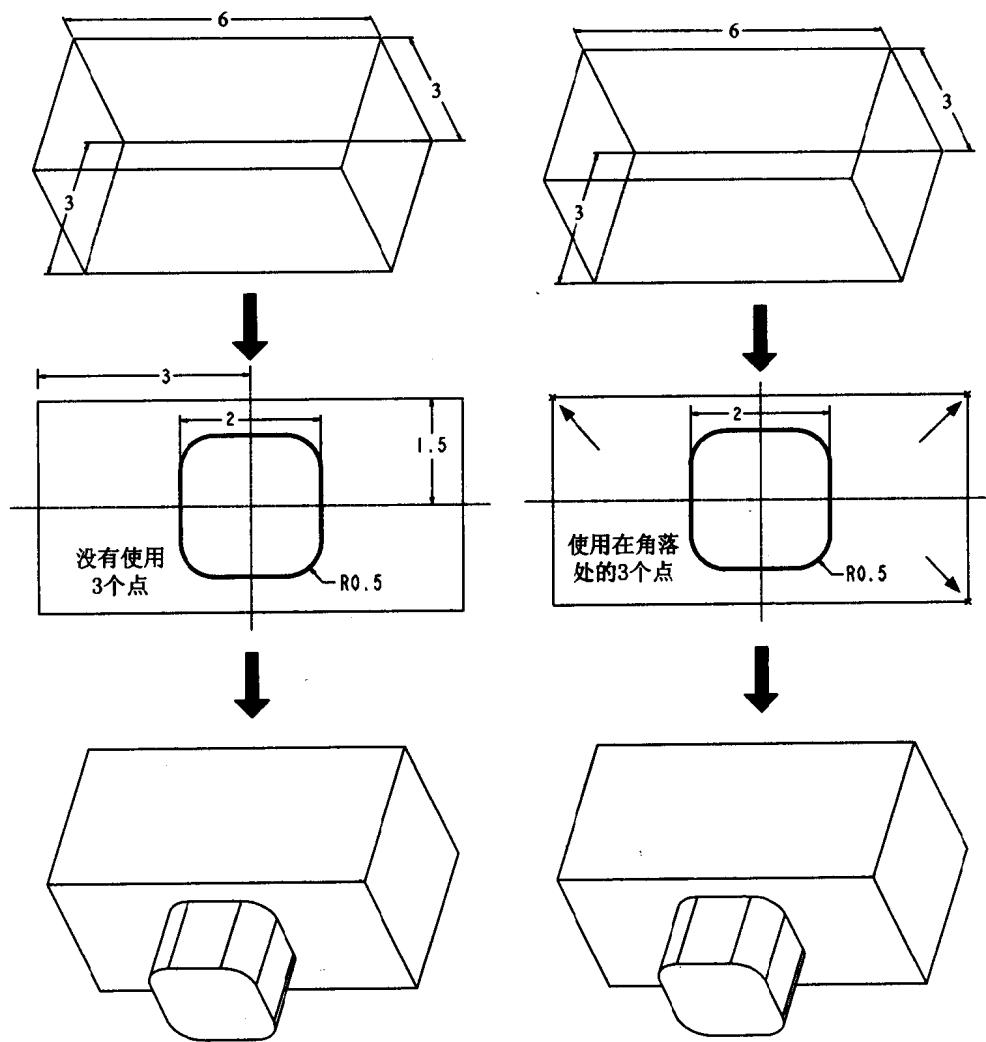
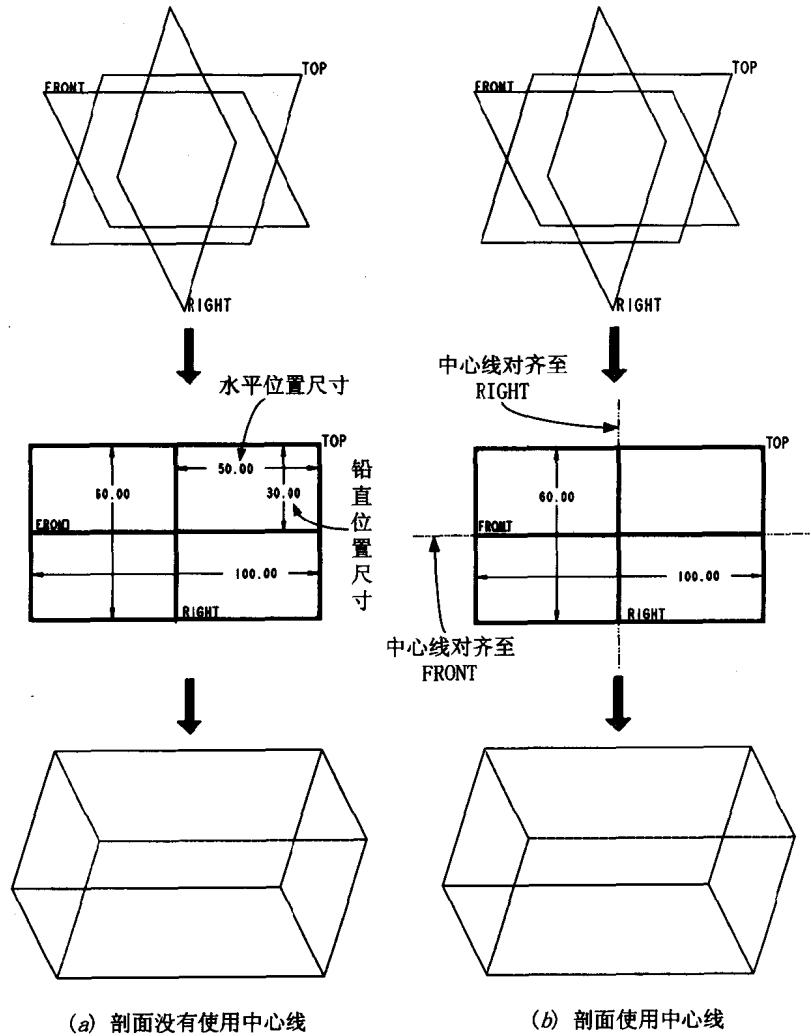

图 1.4
图 1.5
- Points 与 Centerline：可以作为创建其他几何元素时的参考，或作为几何约束条件。例如，在图 1.4 左图中，若没有使用 3 个点，则必须标注两个位置尺寸，而图 1.4 右图即是使用 3 个点使剖面自动居中的作法。又如，在图 1.5 左图中，若没有使用中心线，则需标注剖面的水平及竖直位置尺寸，而图 1.5 右图是使用中心线，因此省略了剖面的水平及铅直位置尺寸的标注，并表达剖面能上下对称及左右对称的设计理念。